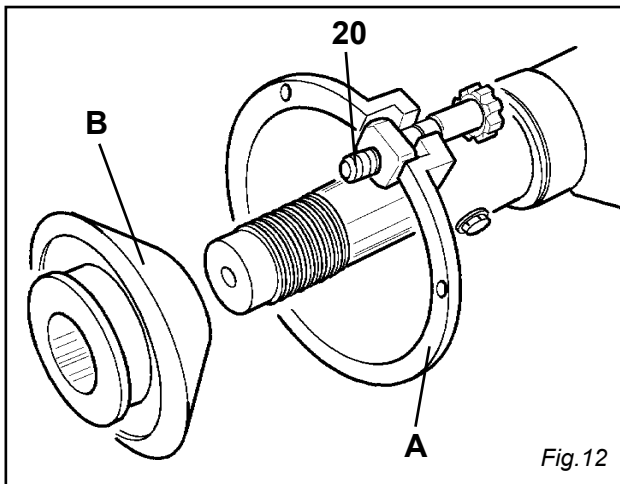

Fig.12
Per bloccare cerchi con queste caratteristiche si usa la flangia fissa (A) abbinata al cono piccolo (B). (Fig. 12)
To lock these rims, use fixed flange (A) together with small cone (B) (Fig.12)
Для крепления данного типа диска используйте фиксированный фланец (A) вместе с маленьким конусом (B) (Рис. 12)
Zur Einspannung dieser Felgen soll man den Festflansch (A) zusammen mit kleinem Kegel (B) verwenden (Abb.12)